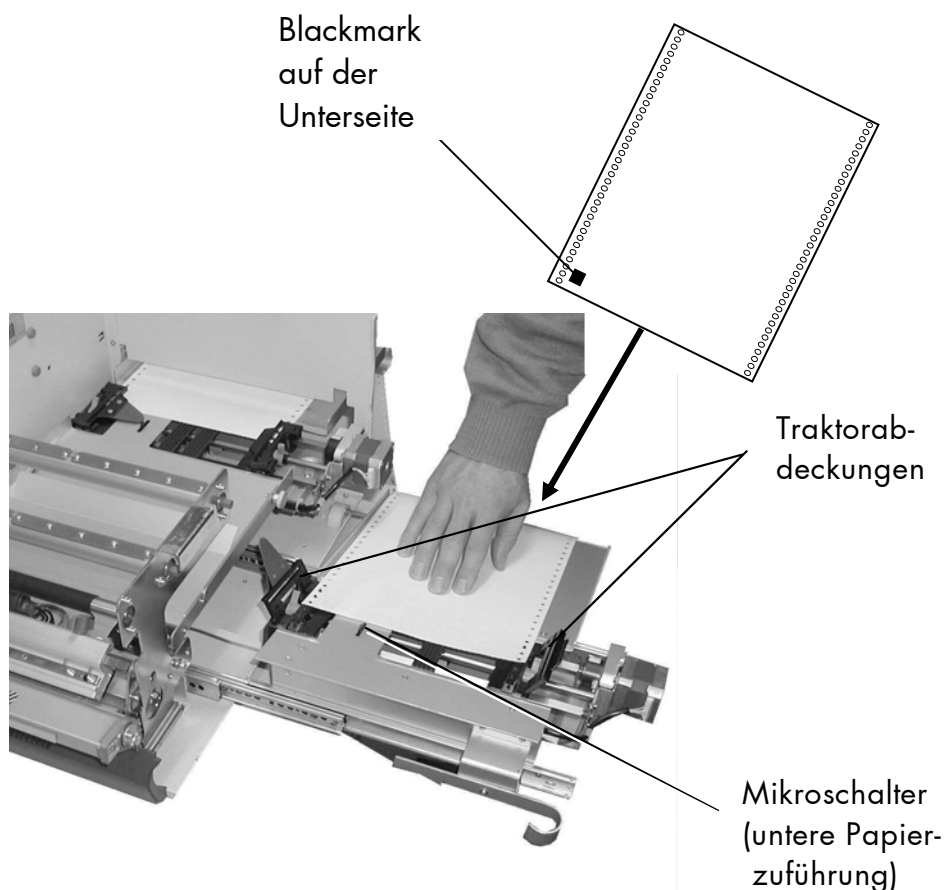

Abb. 4.2.2.b Papier in den unteren Traktor einlegen
6. Schieben Sie das Papier nur so weit in den Drucker hinein, daß der Mikroschalter (Papierlauf; siehe Abbildung 4.2.2.b) noch nicht betätigt wird.
7. Die Einstellung auf eine neue Papierbreite erfolgt durch die Verstellung des vorderen Traktors (siehe Abbildung 4.2.2.c, hierfür muß der grüne Fixierhebel gelöst werden).